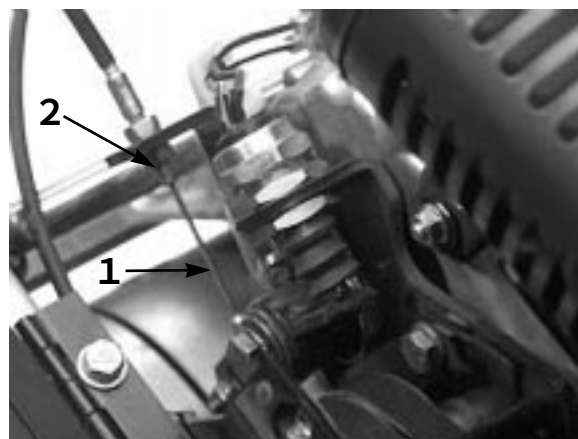

図42
3. ケーブルの張りを強くするには、前ジャムナット（図42）をゆるめ、後ジャムナットを締める。1.4～2.3 kgの力で走行コントロールがつかないように調整する。力の計測はコントロール・ノブの部分で行う。